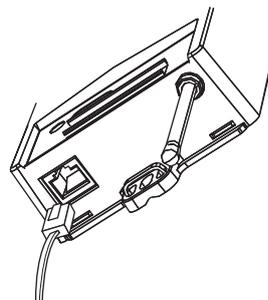

図7 コネクタ付きケーブル差込口
- ② 天吊棒にネグロス社 形番69B相当品 (別途手配品) 2個を5~10 mm程度の間隔を空けて、はめ込み、固定します。
- ③ 形番69B金具に付属されているM5ねじで、本体と形番69B相当品を固定します。
- ④ コネクタ付きケーブル (形番940-SP-3088R) を本体の差込口に差し込み (図7参照)、反対側をコントローラのUSER I/Fコネクタに接続します。コネクタ付きケーブルの長さは最長50 mです。
- ③ コネクタ付きケーブル (形番940-SP-3088R)を本体の差込口に差し込み (図7参照)、コントローラのUSER I/Fコネクタに接続します。コネクタ付きケーブルの長さは最長50 mです。